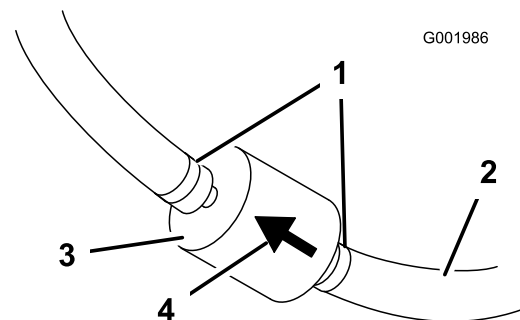

Bild 44
5. Drücken Sie die Enden der Schlauchklemmen zusammen und schieben Sie sie vom Filter weg (Bild 44).